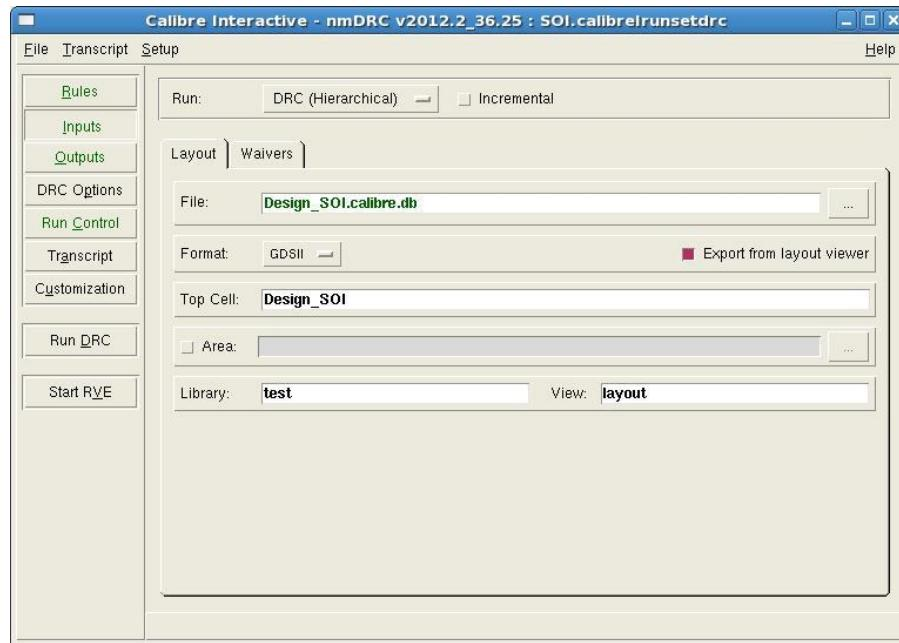

Рис. 9.4. Вкладка для указания основных параметров DRC-проверки.
- 5) На вкладках “Inputs”, “Outputs”, “DRC Options” (вкладка доступна после выбора пункта меню *Setup->DRC Options*) задать все необходимые параметры для DRC-проверки: имя ячейки верхнего уровня, имена файлов отчетов, максимальное количество выводимых ошибок и т.д. (рис. 9.4).